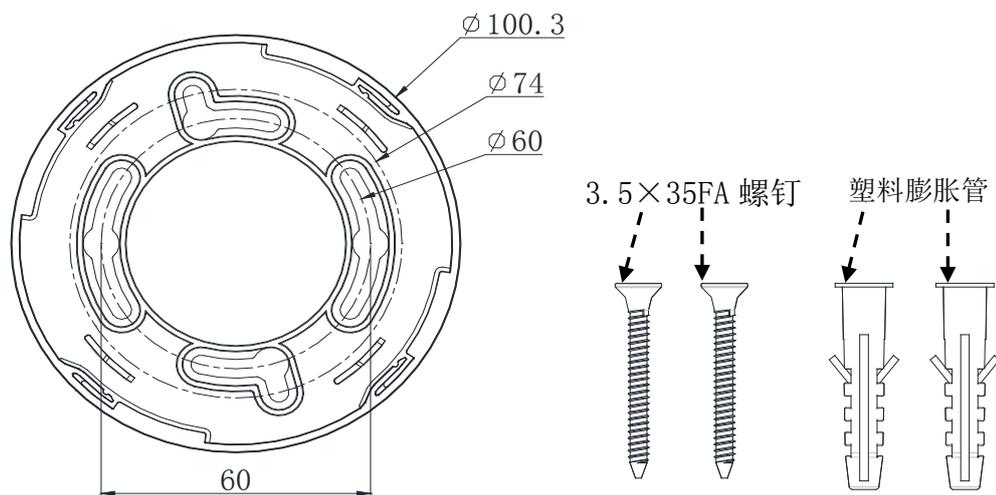
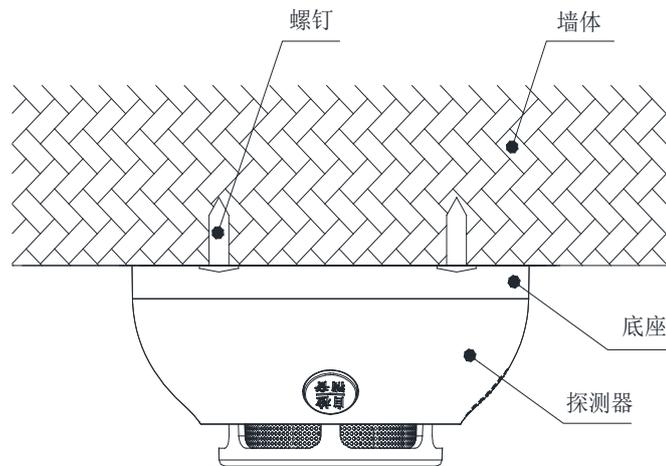

图 2：感烟探测器底座及固定配件
图 4 感烟探测器安装示意图
4.2 感烟探测器底座尺寸示意图，如图 2 所示（单位：mm）
① 温度低于零下 10℃、高于 55℃或相对湿度 $\geq 95\%RH$ 的区域。
② 多灰尘区域。灰尘进入探测器内部可能引起误报警。
③ 空气回流不畅的地方。发生火灾时, 烟雾等燃烧产物不能及时有效的进入空气回流不畅的地方。
④ 勿将感烟探测器安装在产生可燃烟雾颗粒的场所, 如车库、厨房、热水器、暖气的位置。
⑤ 感烟探测器不宜安装在风机的送风口或抽风口附近, 因为风机口附近的烟雾浓度不能有效的反映房间内整体的烟雾浓度。
3. 感烟探测器安装示意图如图 4 所示
按图 4 所示, 用塑料膨胀管和 3.5×35FA 螺钉将感烟探测器底座固定在屋顶上, 安装孔距如图 2 所示。